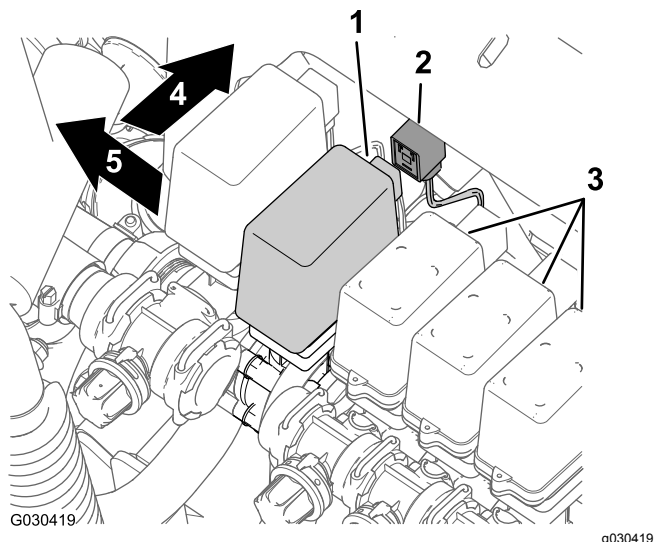

Figure 12
1. À l'arrière de la machine, localisez le connecteur à 3 douilles du faisceau principal arrière de la machine portant la mention EDUCTOR (mélangeur) (Figure 12).
2. Débranchez le connecteur associé au mélangeur sur le faisceau principal du connecteur à 3 lames de la vanne du mélangeur (Figure 12).